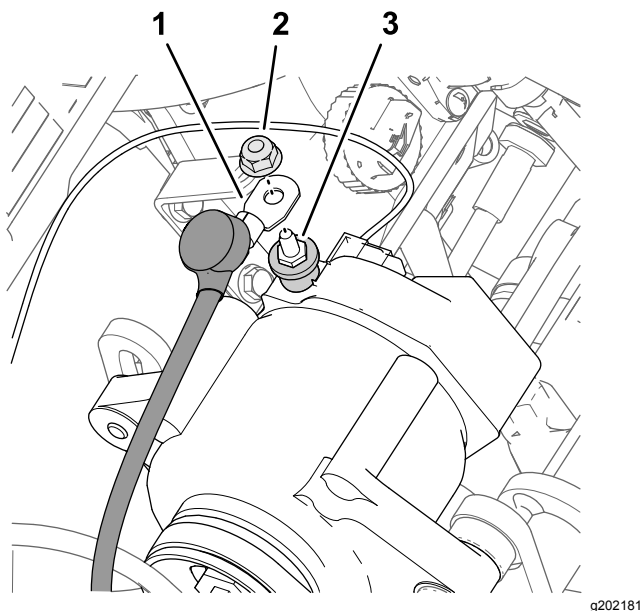

图188
3. 卸下交流发电机接线柱上的螺母图188。
4. 用螺母将红色的 6 号交流发电机线缆连接到交流发电机 50A 的接线柱上 图188。
7. 取下交流发电机接线柱上的绝缘盖 图188。